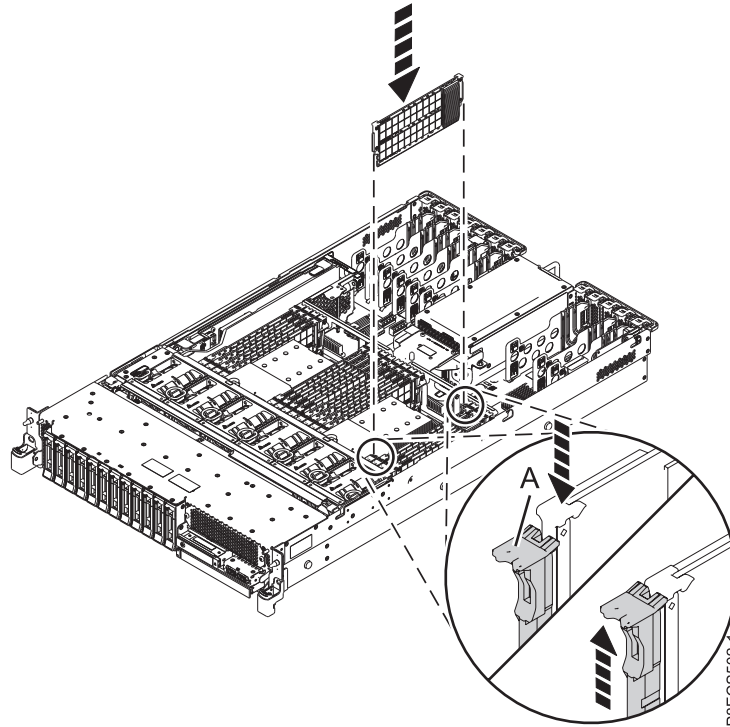

Figure 8. Installation ou remise en place d'un module de mémoire dans le système 5148-21L, 5148-22L, 8247-21L, 8247-22L, 8284-21A ou 8284-22A
5. Appuyez fermement sur le module de mémoire pour l'insérer dans l'emplacement jusqu'à ce que la languette de verrouillage (A) s'emboîte dans son emplacement. Voir figure 8, à la page 13.